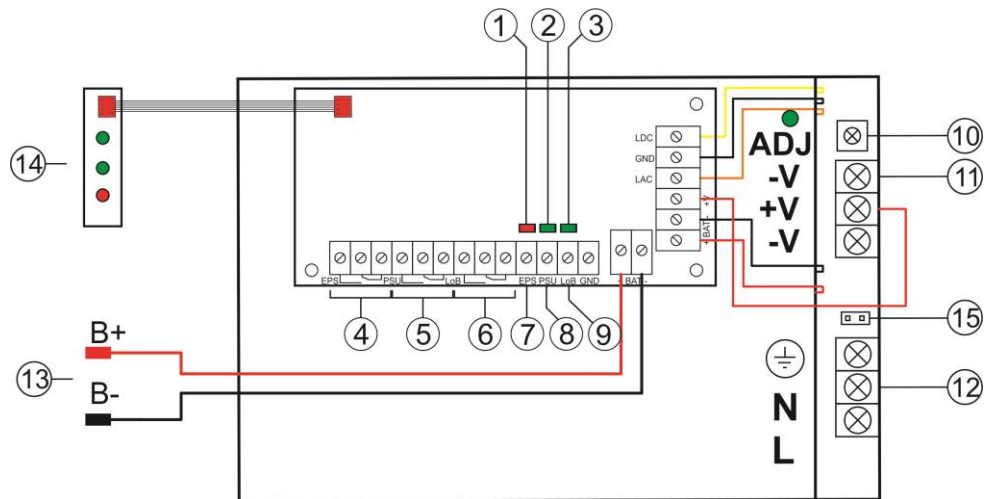

Fig. 2. Vista del modulo dell'alimentatore.
1.3 Descrizione degli elementi e dei collegamenti modulo di alimentatore (tab.1, rys.2).
Tabella 1. Elementi degli modulo di alimentatore (vedi fig. 2).
- Diodo LED rosso (Fig. 2, particolare 1) nello stato normale (alimentazione AC) il diodo è acceso con la luce fissa. La mancanza dell'alimentazione AC viene segnalata dallo spegnimento del diodo AC.
- Il diodo LED verde (Fig. 2, particolare 2) segnala lo stato di alimentazione DC all'uscita dell'alimentatore. Nello stato normale è acceso con luce fissa, in caso di cortocircuito o di sovraccarico dell'uscita, il diodo è spento.
- Il diodo LED verde (Fig. 2, particolare 3) segnala il livello di tensione dell'accumulatore. Nello stato normale ($U_{BAT} > 23V$) è acceso con luce fissa, in caso di calo di tensione dell'accumulatore ($U_{BAT} < 23V$), il diodo è spento.